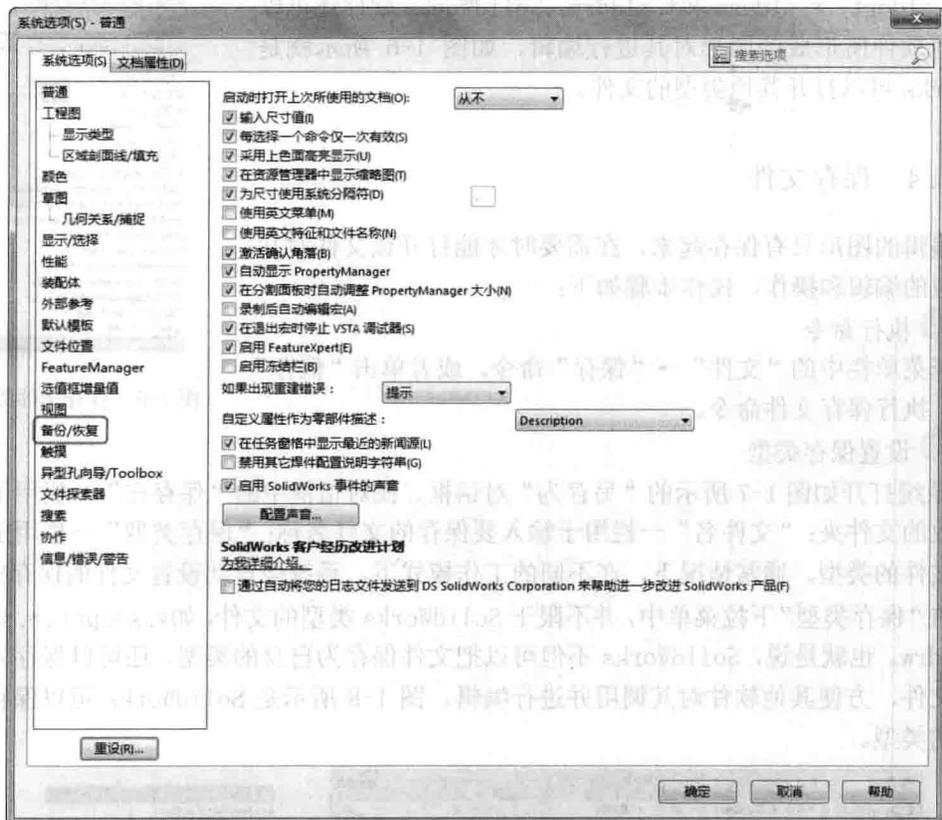

图 1-9 “系统选项—普通”对话框
① 执行命令。选择菜单栏中的“工具”→“选项”命令。
② 设置保存目录。系统打开如图 1-9 所示的“系统选项—普通”对话框，单击对话框中的“备份/恢复”选项，在右侧“备份文件夹”可以修改保存备份文件的目录。